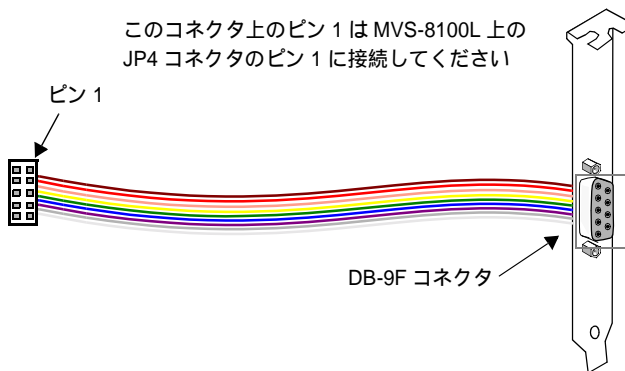
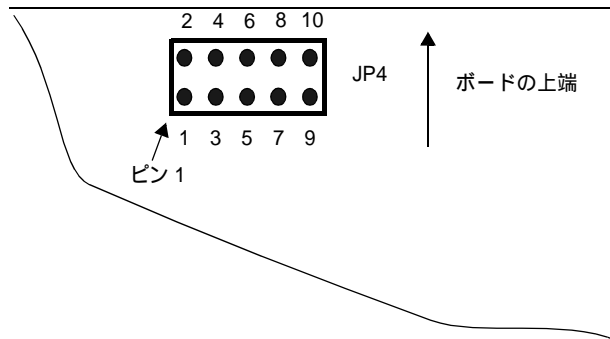

図 5. トリガおよびストロボ拡張パネル (P/N: 800-0062)
図 6. MVS-8100L 上の JP4 コネクタのピン 1 の位置
7. トリガおよびストロボ拡張パネルを使用しない場合は、次の手順に進んでください。トリガおよびストロボ拡張パネル (Cognex P/N: 800-0062) を使用する場合は、未使用のスロット位置に取り付けます。図 5 および図 6 のように、両方のコネクタ上のピン 1 が同じワイヤになるようにリボンケーブルを MVS-8100L 上の JP4 コネクタに接続します。